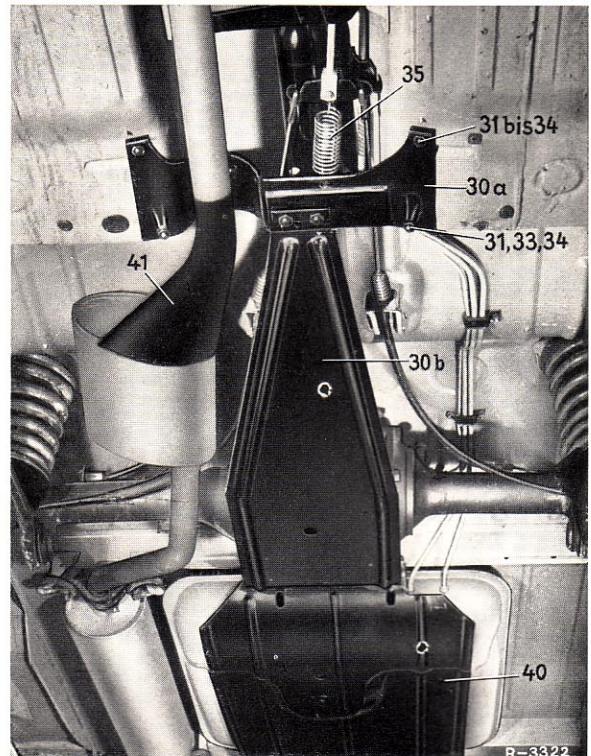

Bild 52-1/13
Bei der 2. Ausführung die kurze Rückzugfeder (35) einbauen (Bild 52-1/13).
21. Bei den Typen 250 S bis 300 SEL das Unterschutzblech (40) zusätzlich am linken Rahmenlängsträger mit den Teilen Pos. 40 a, b und c anschrauben. Hierbei beim Bohren